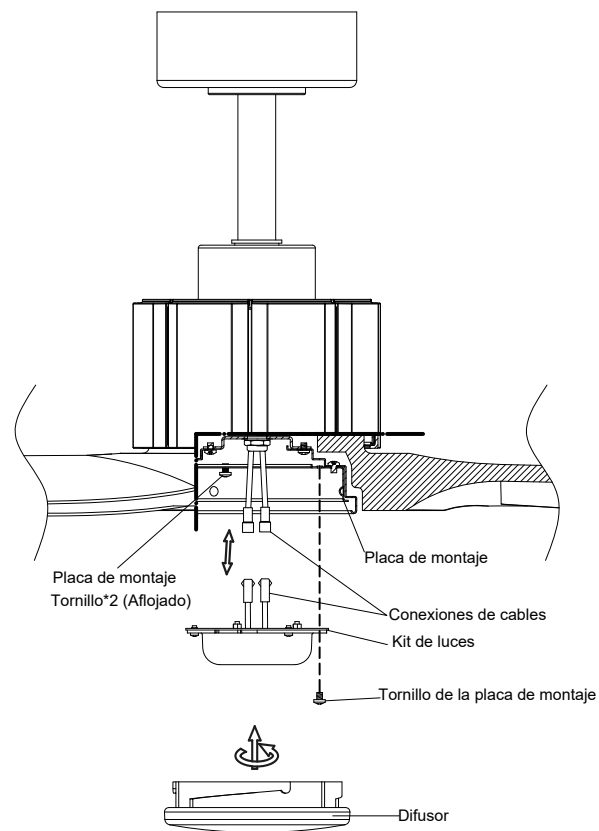

Fig. 15
Paso 3. Mientras sujetas el kit de luces bajo el ventilador de techo, junta los conectores de cable. Uno del ventilador y otro del kit de luces.(Fig. 15)
Cambia el tercer tornillo de la placa de montaje que se había retirado antes y aprieta los tres tornillos de la placa de montaje para asegurarlos.(Fig. 15)
Paso 5. Sube el difusor hasta el ventilador, siéntate contra la placa de montaje y gira (en sentido horario) hacia la placa de montaje hasta que quede bien ajustada, **NO APRIETES DEMASIADO**.(Fig. 15)